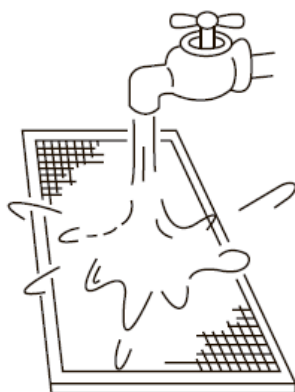

Fig. 6
- Lors de l'utilisation de l'eau, la partie d'entrée d'air doit être orientée vers le bas. (Voir Figure 6)